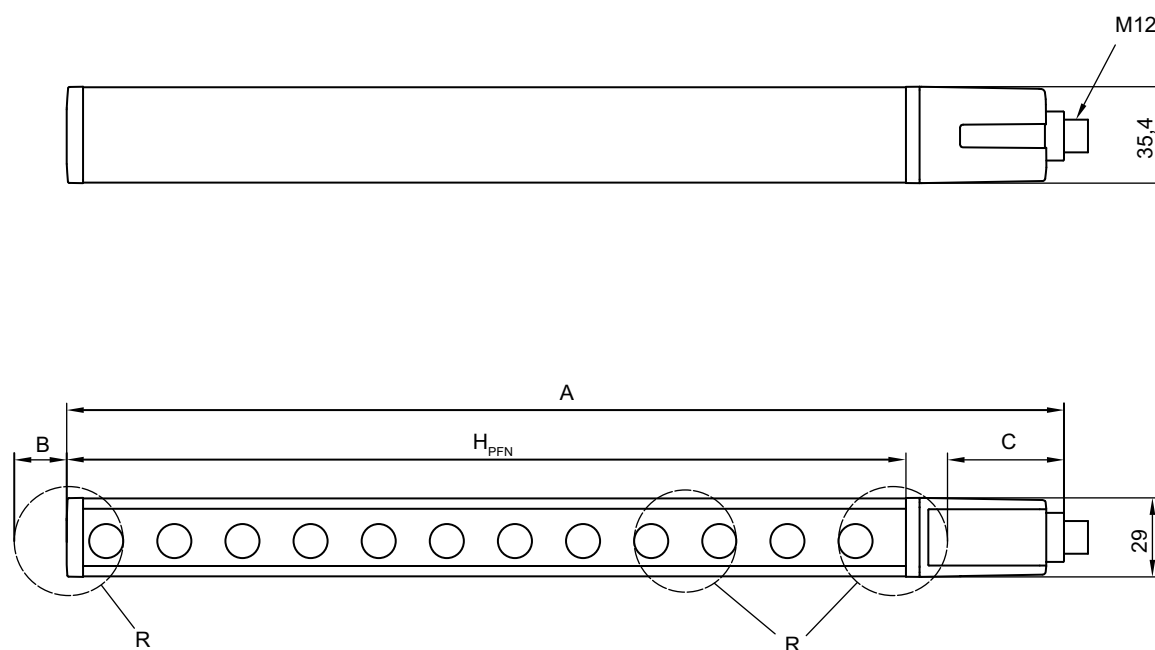

Figure 14.1: Dimensions de l'émetteur et du récepteur
Dimensions	voir figure 14.1 et voir tableau 14.7
- b) Hauteur totale, voir figure 14.1